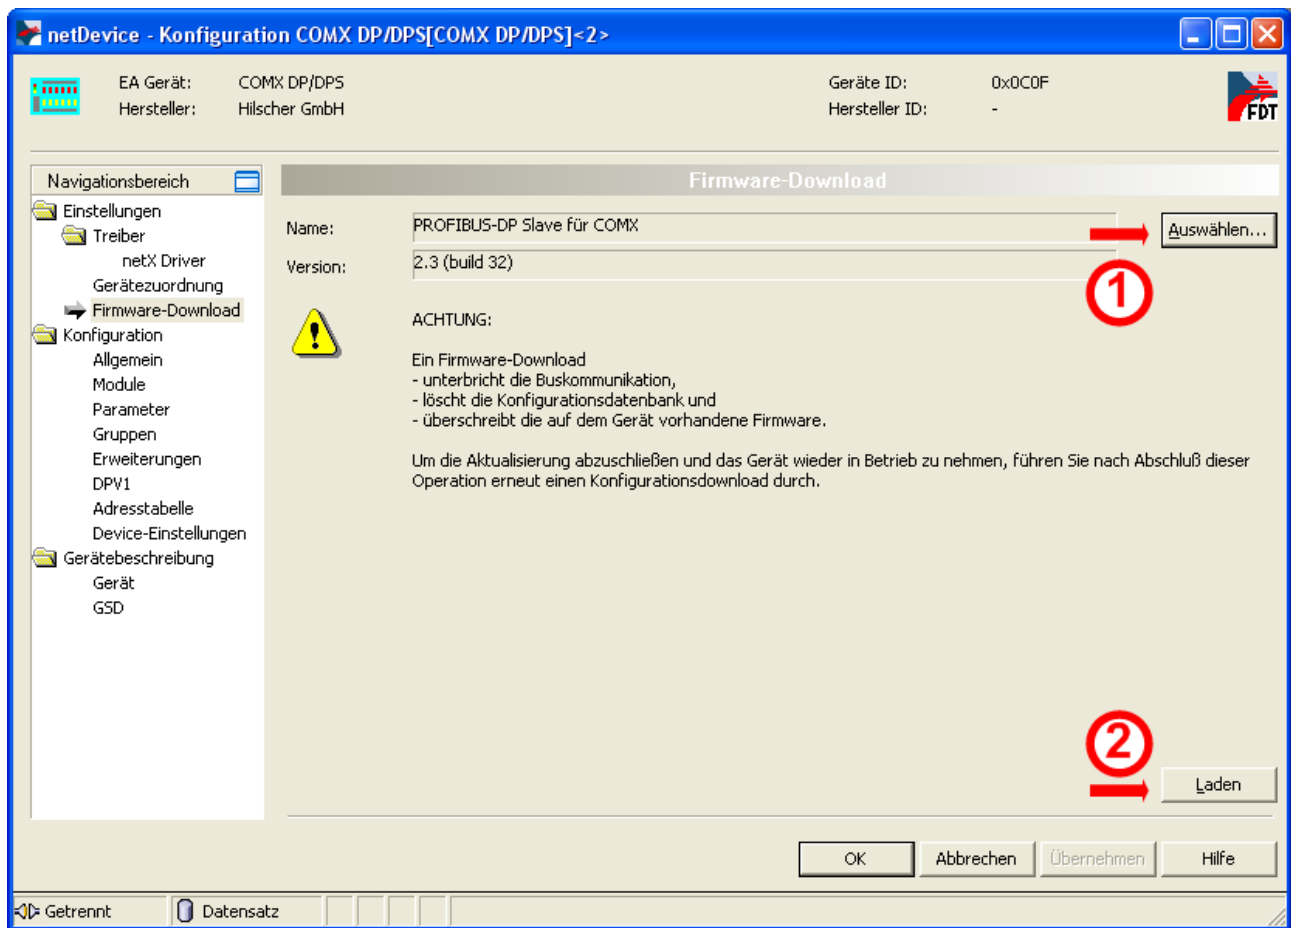

Abbildung 48: Firmware-Download mit SYCON.net (nach Auswahl der Firmware)
- Öffnen Sie mit der Schaltfläche „Auswählen“ (*Abbildung 48: Firmware-Download mit SYCON.net (nach Auswahl der Firmware)*, siehe 1 oben rechts) einen Dateiauswahldialog.
- Klicken Sie auf die Schaltfläche „Laden“, um den Firmware-Aktualisierungsprozess zu starten. (siehe Markierung ② in *Abbildung 48: Firmware-Download mit SYCON.net (nach Auswahl der Firmware)*.)